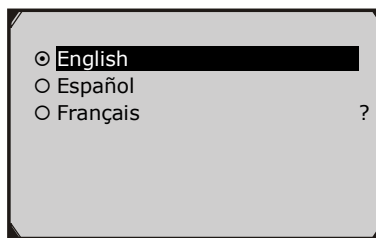

Рис. 3.4
- 2) Воспользоваться кнопками прокрутки **UP/DOWN**, чтобы выбрать требуемый язык и нажать кнопку **OK** для сохранения сделанного выбора и возврата к предыдущему экранному меню. В настоящий момент предлагается на выбор три языка (рис. 3.4): **английский, испанский и французский**.